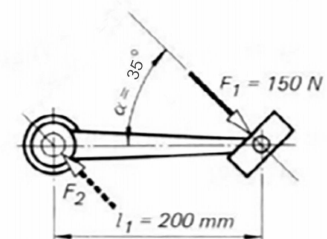

Abb.10: Tretkurbelwelle
- Die Kraft  $F_1$  soll nun unter dem Winkel  $\alpha = 35^\circ$  auf die Tretkurbel (Abb.10) wirken. Wie groß ist nun das Drehmoment bei waagerechter Tretkurbelstellung?